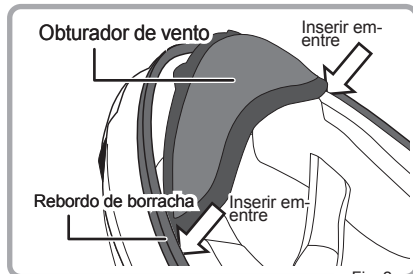

Fig. 2
2.Introduzir a entretela de ambos os lados do obturador de vento entre a parte da frente da almofada da bochecha e o rebordo de borracha. (Fig.2)